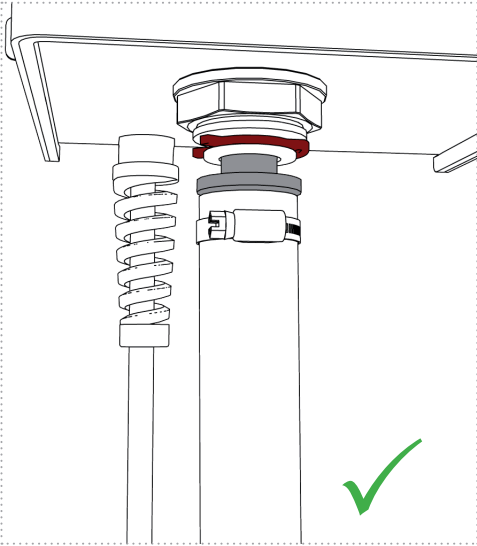

Abbildung: 12a
5. Überprüfen Sie alle Verbindungen auf korrekten Sitz und eine spannungsfreie Anbindung an die UV-Einheit (*Abbildung 12a und 12b*).